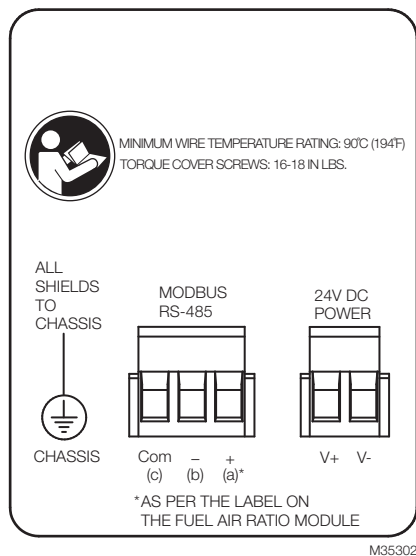

Fig. 4. Bornes de câblage.
- Toutes les vis de couvercle doivent être serrées au couple spécifié. Voir Fig. 4.
Toutes les bornes de câblage sont indiquées sur la Fig. 4 ; leur type de signal et leur fonctionnement sont présentés dans le Tableau 2.